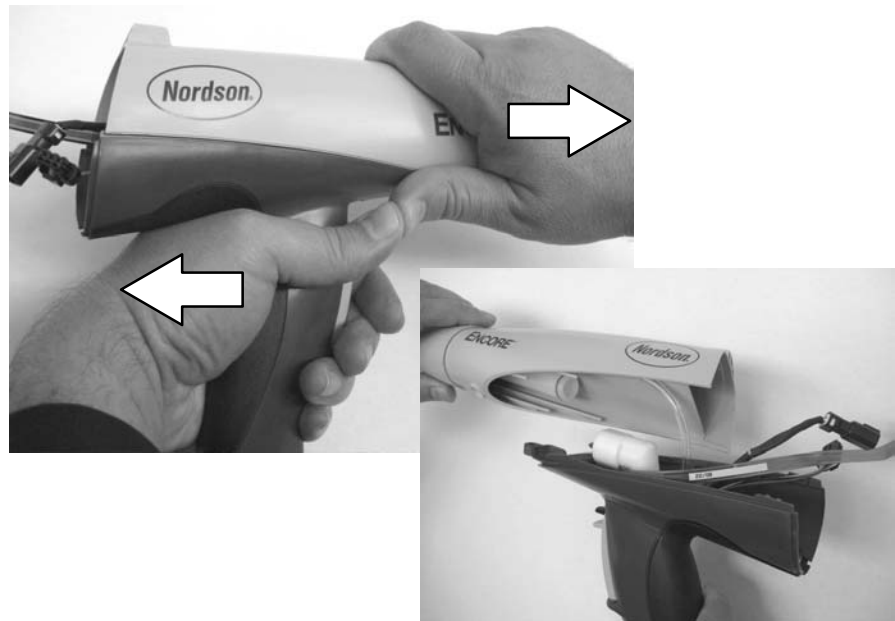

Bild 5-6 Delning av handtag och pistolkropp
6. Se bild 5-6. Fatta tag i pistolhandtaget med ena handen och pistolkroppen med den andra. Tryck tummarna mot varandra medan man drar i motsatt riktning för skilja pistolkroppen från handtaget.